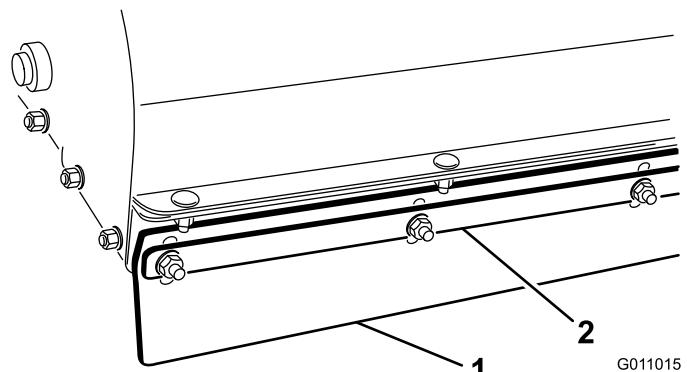

Bild 20
1. Lösen Sie die Muttern, mit denen der Metallstreifen und die vordere Klappe am Bürstengehäuse befestigt sind (Bild 20).